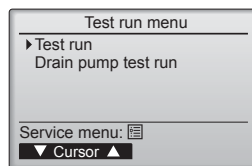

Fig. 7-4
- Selezionare "Test run" (Prova di funzionamento) con il pulsante o , quindi premere il pulsante . (Fig. 7-4)